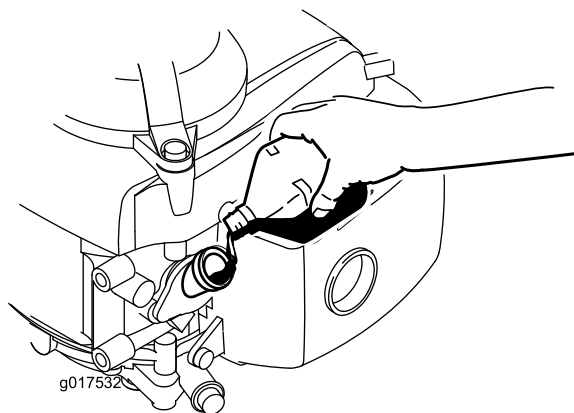

Рисунок 6
3. **Медленно** налейте масло в маслозаливное отверстие, подождите 3 минуты, после чего проверьте уровень масла масломерным щупом. Для этого вытрите щуп чиста и вставьте его в маслозаливное отверстие, **не ввинчивая при этом крышку** в маслозаливное отверстие (Рисунок 6).